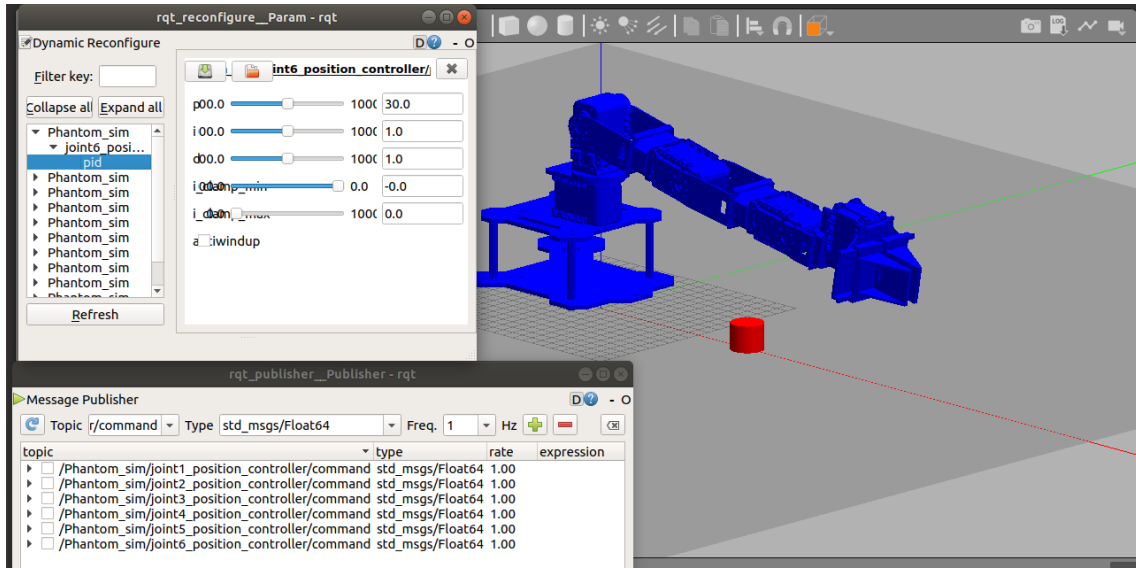

Figura 1: Ejecución del paquete en Gazebo
4. Asegúrese de que el paquete *Phantom\_Gazebo* se encuentra en la carpeta *src* de espacio de trabajo *catkin* y que se compila sin errores. Posteriormente ejecute el paquete mediante el comando *roslaunch Phantom\_Gazebo spawn.launch*, con lo cual debe obtener la simulación del robot y las interfaces de configuración como se muestra en la figura 1.